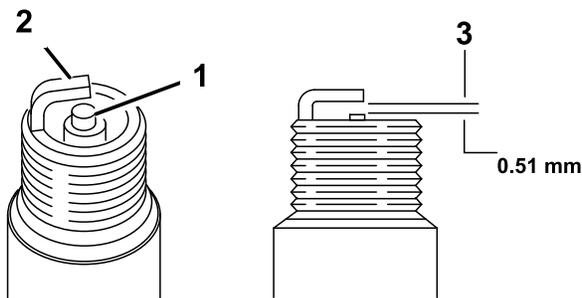

Figura 22
5. Regolate la distanza tra gli elettrodi della nuova candela a 0.51 mm come mostrato in Figura 22.